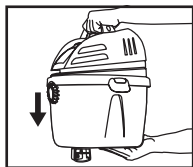

FIGURE 3
8. Installez l'aspirateur en alignant l'encoche de chaque côté du réservoir pour l'engager alors que l'aspirateur est inséré sur le support mural **FIGURE 3**.